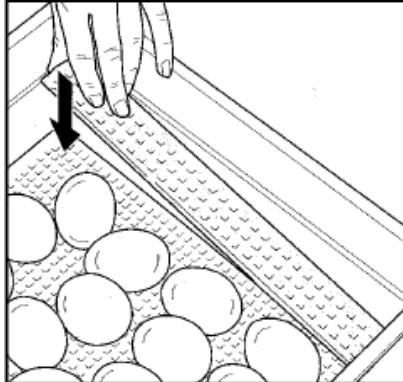

Fig 6
I) Trois jours avant l'éclosion enlevez les séparateurs de la couveuse pour qu'ils ne constituent pas un obstacle pour les poussins à naître. Déplacez la grille coulissante en position équidistante par rapport aux parois et couvrez les espaces qui se créent en positionnant un séparateur en position oblique pour empêcher aux poussins de tomber au dessous (voir Fig. 6).